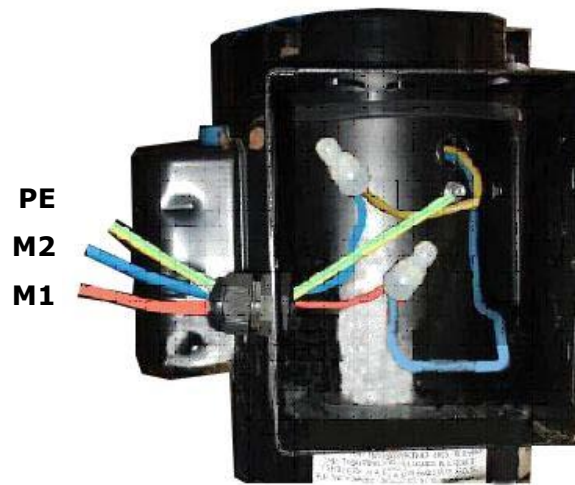

Fig.21
3.2. Rysunek podłączenia przewodów silnika elektrycznego 230V (patrz Fig.21)